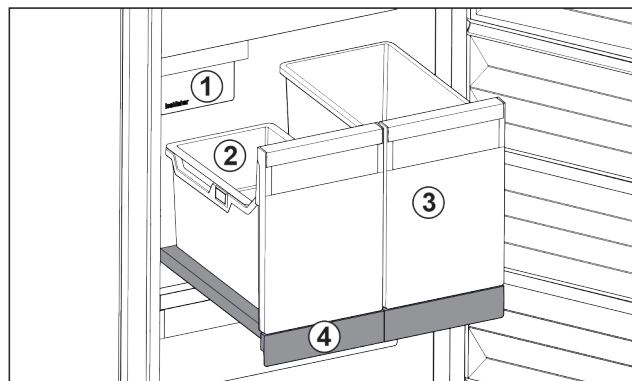

Fig. 28 Vysouvací přihrádka s IceTower
- (1) IceMaker
- (2) Závěsná miska pro kostky ledu
- (3) Nádoba např. pro pizzu, alkoholické nápoje
- (4) Vysouvací přihrádka
Na vysouvací přihrádce jsou dvě vysoké nádoby (IceTower). V nádobě Fig. 28 (2) se shromažďují a skladují kostky ledu z IceMaker. Nádoba Fig. 28 (3) se hodí pro skladování vysokých potravin jako pizzy nebo alkoholické nápoje.